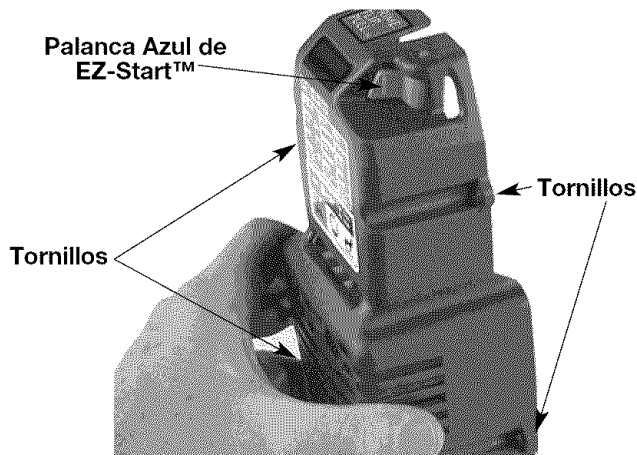

Fig. 16
1. Saque los cuatro (4) tornillos que sostienen la cubierta del silenciador / filtro de aire (Fig. 16). Use un destornillador de broca Torx N° T20.
2. Inserte los cuatro (4) tornillos en los orificios de la cubierta del silenciador / filtro de aire (Fig. 16) y ajústelos. **No los ajuste demasiado.**